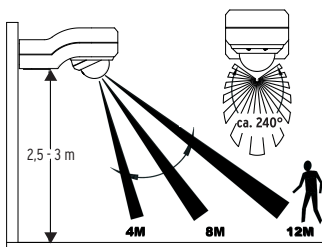

Abb. 1A
- Der Bewegungsmelder sollte idealerweise 2,5 bis 3 Meter über dem zu überwachenden Bereich befestigt werden (siehe Abb. 1A).